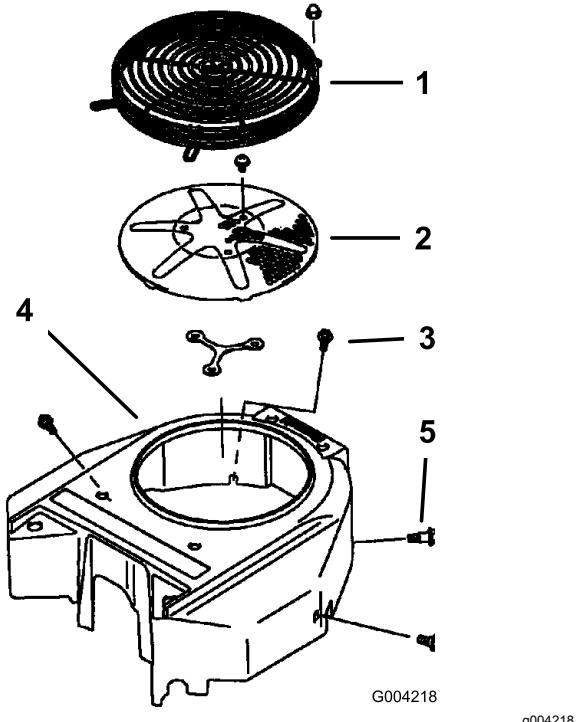

Figura 79
Antes de qualquer utilização, remova qualquer acumulação de relva, sujidade e outros detritos do filtro do motor. Isto ajuda a assegurar a refrigeração adequada e a velocidade correta do motor e irá reduzir a possibilidade de sobreaquecimento e danos mecânicos no motor (Figura 79).
3. Monte o filtro de entrada de ar, o arrancador manual com cordão e caixa da ventoinha (Figura 79).
5. Monte o filtro de entrada de ar, o arrancador manual com cordão e caixa da ventoinha (Figura 79).